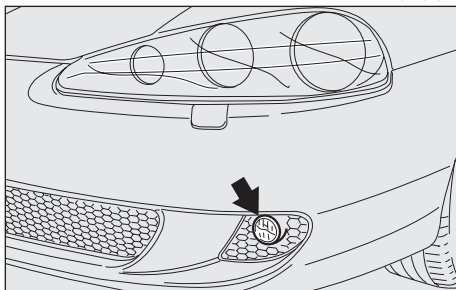

fig. 28
**LUCI FENDINEBBIA (fig. 28)**